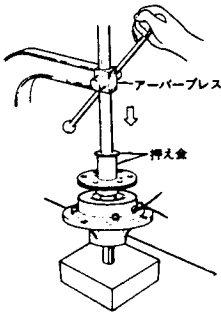

図16
(10) 軸にキー⑳をつけてから、ブレーキステータ㉑を取付ける。
(11) アーマチュア2形㉒を軸にそう入する。(図16)